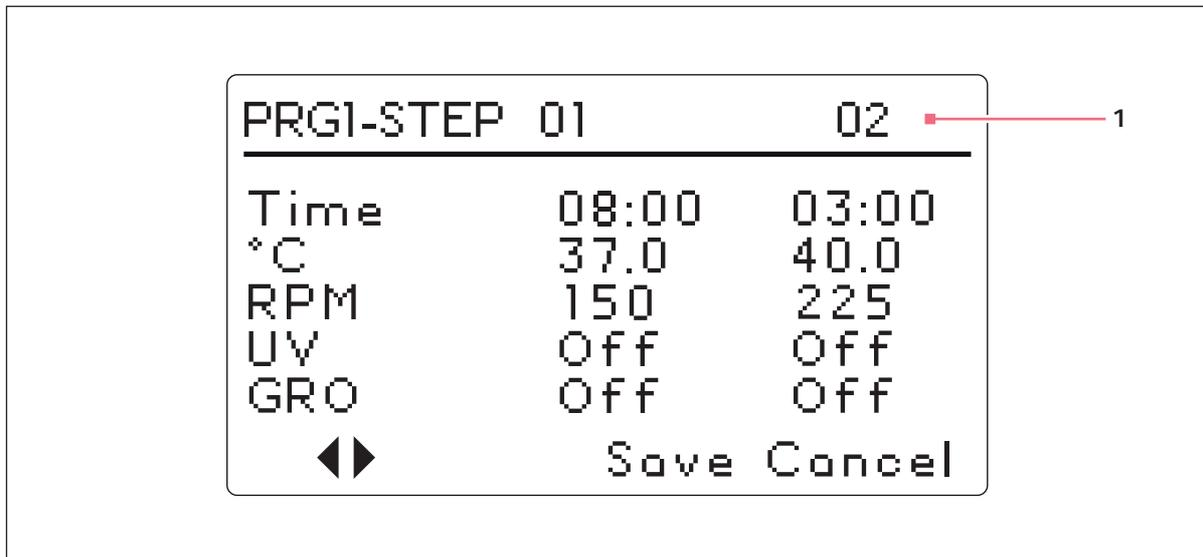

Abb. 5-13: Programm 1, Schritt 2
6. Nun drehen Sie den Bedienknopf, um für die oben festgelegte Dauer die gewünschte Temperatur (°C von 4.0 bis 80.0) einzustellen. Drehen Sie den Knopf nach links, um den Wert zu verringern, oder nach rechts, um den Wert zu erhöhen. Wenn der gewünschte Wert angezeigt wird, drücken Sie den Bedienknopf, um die Einstellung zu speichern. Wir stellen für Schritt 1 eine Temperatur von **37.0 °C** ein (siehe Abb. 5-13 auf S. 59).
8. Drehen Sie den Bedienknopf, um die gewünschte Schütteldrehzahl für die oben festgelegte Dauer zu wählen (25 bis 400 RPM). Drücken Sie anschließend den Bedienknopf, um die Einstellung zu speichern. Wir stellen für Schritt 1 eine Drehzahl von 150 RPM ein (siehe Abb. 5-13 auf S. 59).
9. Um Schritt 2 zu programmieren (siehe Abb. 5-13 auf S. 59): Markieren Sie mit dem Bedienknopf die Pfeile unten links im Bildschirm. Drücken Sie den Bedienknopf. Die Pfeile beginnen zu blinken. Drehen Sie nun den Bedienknopf nach rechts, bis Schritt 2 erscheint. Drücken Sie den Bedienknopf, um in diesem Bildschirm zu arbeiten, und wiederholen Sie Schritt 3–10.